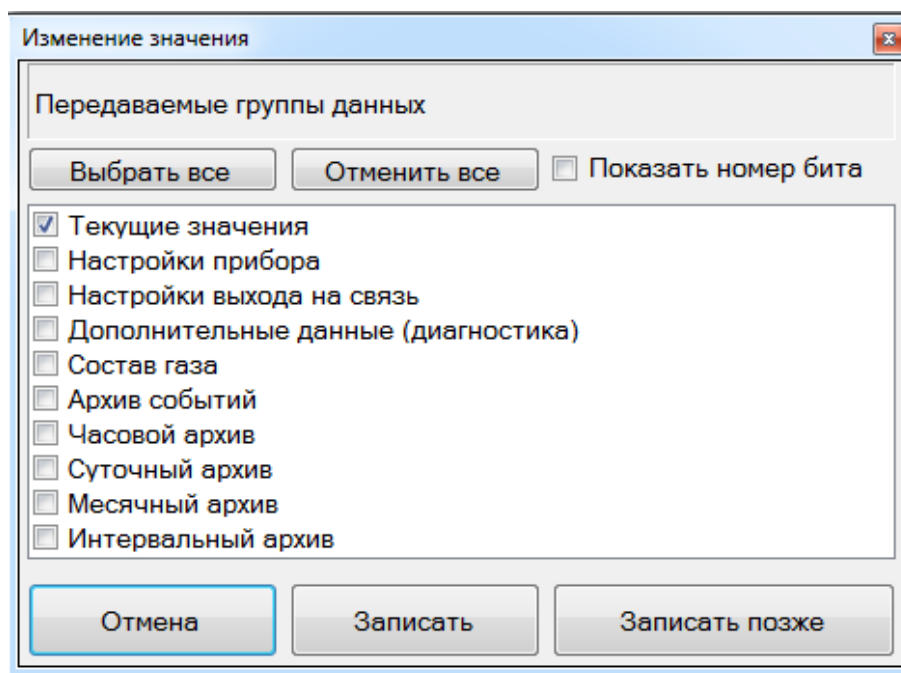

Рисунок 2.84 – Типы передаваемых данных
– "Передаваемые группы данных" – задает группы для передачи при подключении (Рисунок 2.84);